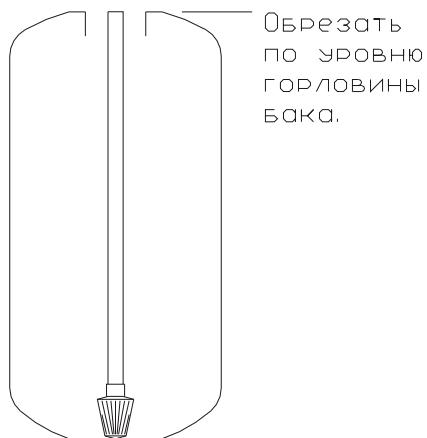

Рис.2
2. Установите и отцентрируйте распределительную трубу с корзиной в корпусе установки (рис. 2,3). Если в конструкции используется лучевая распределительная система, соберите ее внутри корпуса. Внимание: Не надавливайте на распределительную трубку во избежание поломки корзины.